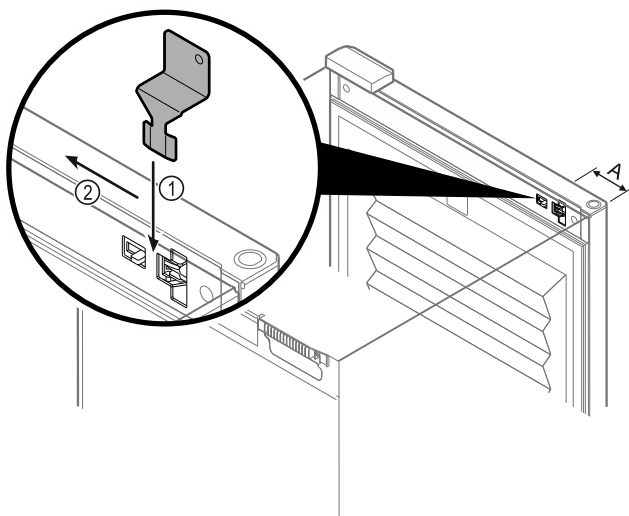

Fig. 106
- ▶ Plasser nødåpningsnøkkelen på det angitte stedet Fig. 106 (A)  $\approx$  100 mm.
- ▶ Sett nødåpningsnøkkelen mellom døren og enheten, ovenfra til den stopper Fig. 106 (1).
- ▶ Trekk nødåpningsnøkkelen mot hengselsiden Fig. 106 (2).